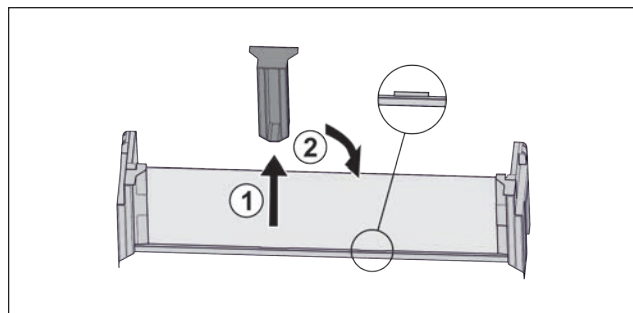

Fig. 20
- ▶ Снимите среднюю поддерживающую деталь Fig. 20 (1).
- ▶ Вставьте среднюю поддерживающую деталь во вторую позицию Fig. 20 (2).